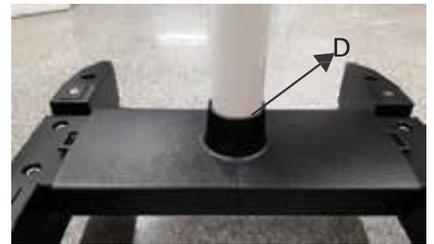

Fig 15
3. Assurez-vous que lors de l'assemblage de la colonne, la bague (D) est fixée en place, comme indiqué dans la fig. 15.